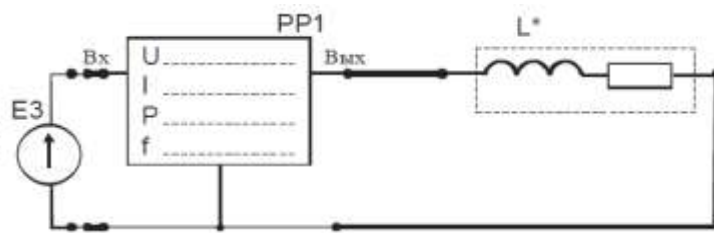

Рис.17.
4. Для определения параметров реальной катушки индуктивности собрать схему по рис. 17. В качестве исследуемой катушки L^* использовать катушки $L1$, $L2$ стенда или их последовательное соединение ($L1+L2$) в соответствии с заданным вариантом (табл. 16).